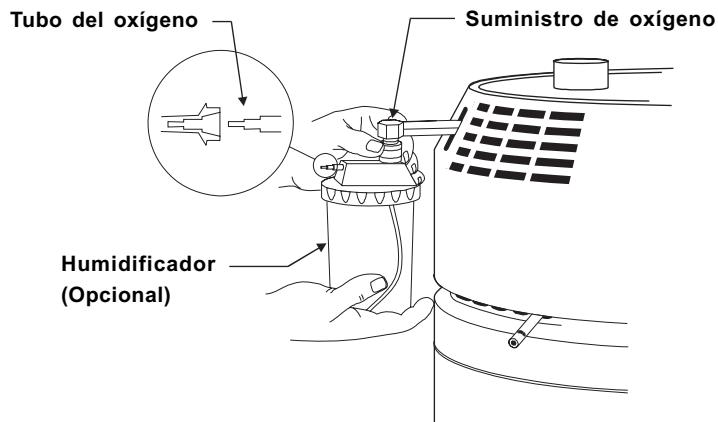

Figura 5 - Preparación de la unidad estacionaria para el suministro de oxígeno para respirar
1. Si se usa un *humidificador*, llene éste con agua destilada hasta el nivel indicado en las instrucciones. Conéctelo a la conexión del *suministro de oxígeno* de la unidad estacionaria. (Figura 5).